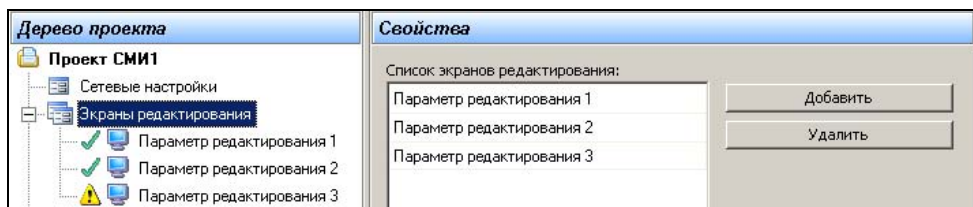

Рисунок 5.3. Экраны редактирования. Список параметров
1. В дереве проекта – выбрать пункт «Экраны редактирования». В области «Свойства» отобразится список параметров редактирования, сохраненных в текущем проекте (конфигурации). В новом проекте этот список пуст. Справа от списка отображаются кнопки «Добавить» и «Удалить» (см. рисунок 5.3).
3. Чтобы удалить «Параметр редактирования», следует в «Дереве проекта» выбрать пункт «Экраны редактирования», в области «Свойства» выделить необходимый для удаления «Параметр редактирования» и нажать кнопку «Удалить» (см. рисунок 5.3).